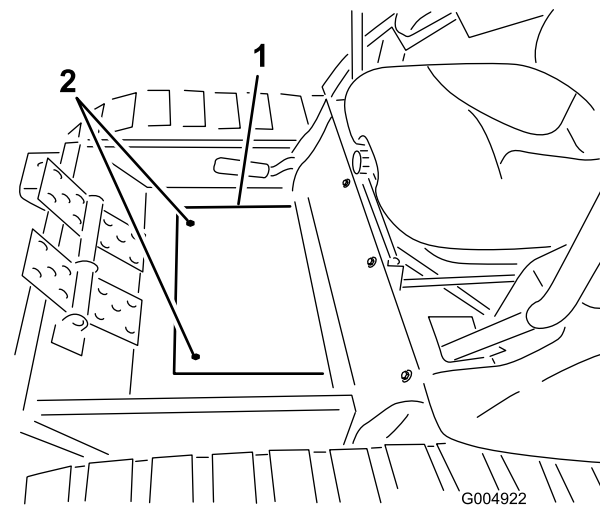

図 44
6. フロアプレートカバーをフロアに固定しているねじ2本を外して、プレートを外す 図 44。